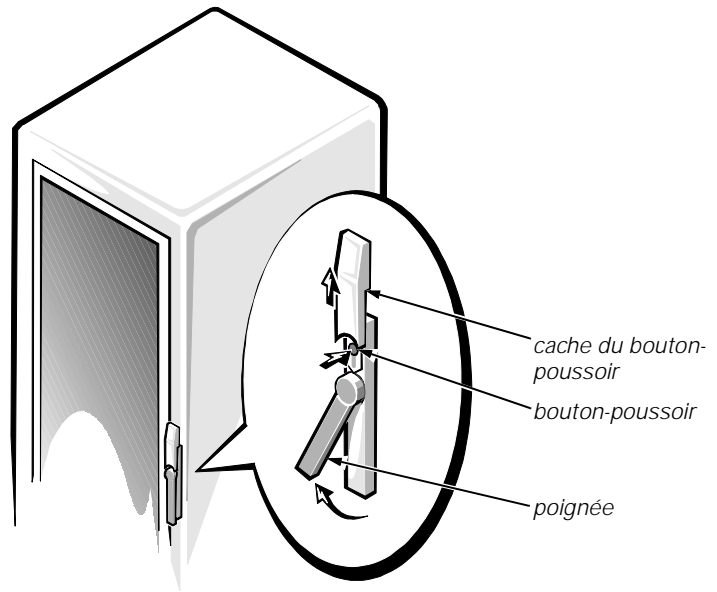

Figure 2-1. Ouverture du loquet de la porte
1. Ouvrez le loquet qui se trouve sur la porte avant (voir la figure 2-1).
3. Fermez le verrou de la porte en tournant la poignée dans le sens inverse des aiguilles d'une montre jusqu'à ce qu'elle soit en butée, poussez sur la poignée jusqu'à ce qu'elle se bloque, puis faites glisser le cache du bouton-poussoir vers le bas pour recouvrir le bouton-poussoir (voir la figure 2-1).